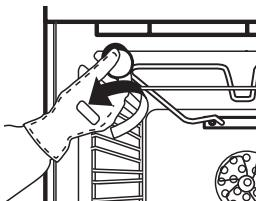

Fig. 5
- Draai het beschermkapje los (Fig. 5), vervang het lampje (zie de opmerking voor het type lampje) en draai het beschermkapje weer vast.